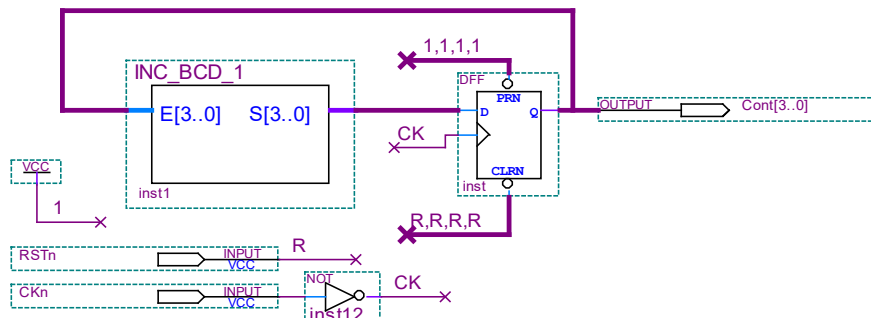

Figura 1. Circuito ContadorBCD
- Crear un proyecto en el **Quartus II** con el circuito **ContadorBCD** de la figura 1. Analizar el circuito y simular en forma exhaustiva. El bloque **INC_BCD_1** es el diseñado en la practica 1.